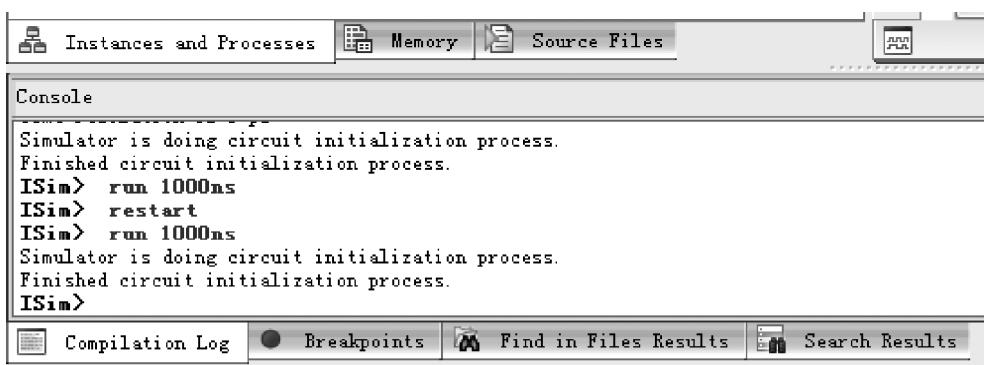

图 3.45 Console 界面
(7) 如图 3.45 所示, 在仿真界面下方的 Console(控制台)界面上, 可以通过输入不同的命令对仿真进行控制。